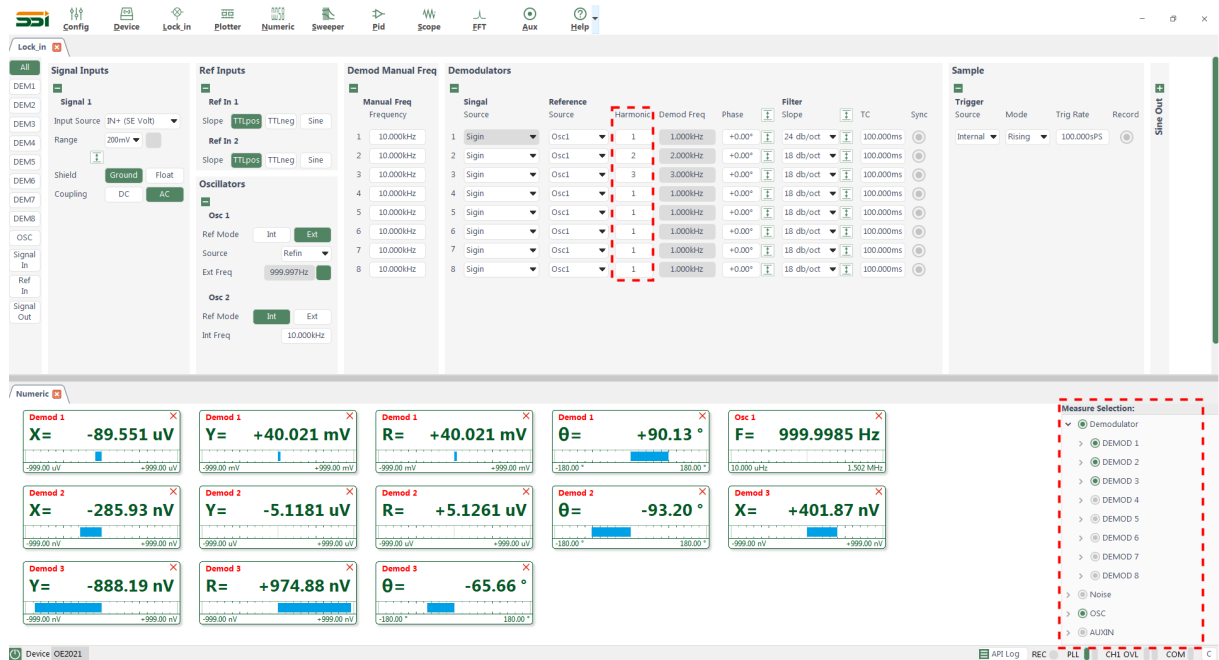

图 37. 其他解调器配置图
4. 若想配置其他解调器，在图37所示的红框区域中，配置解调器 2 的谐波阶数为 3，同时打开解调器 2 测量结果的显示，此时可以同时测量输入信号的基波和 3 次谐波分量。